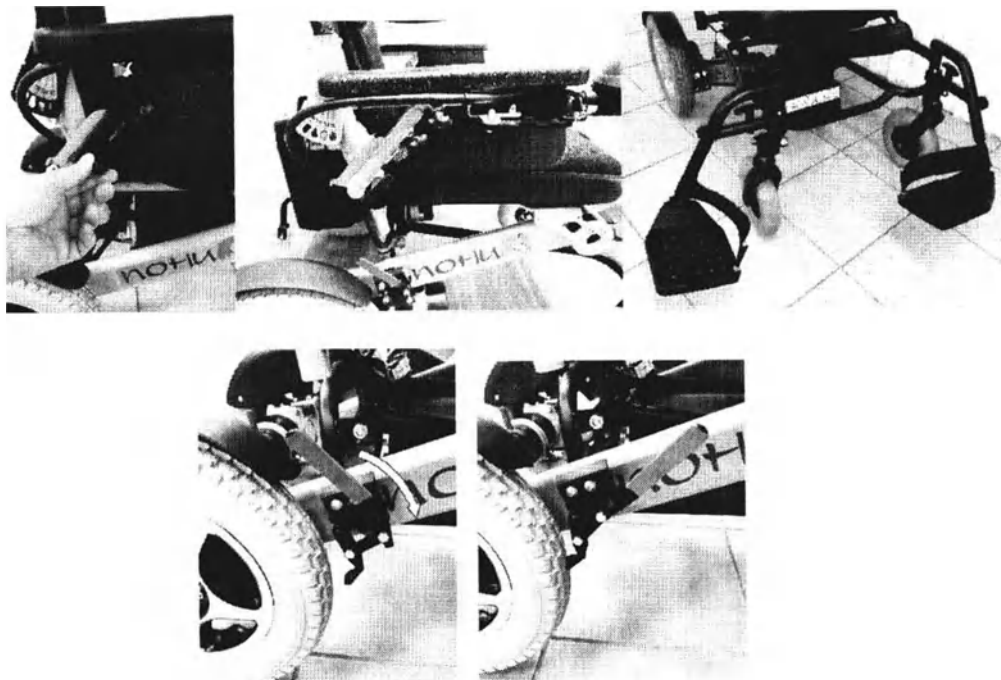
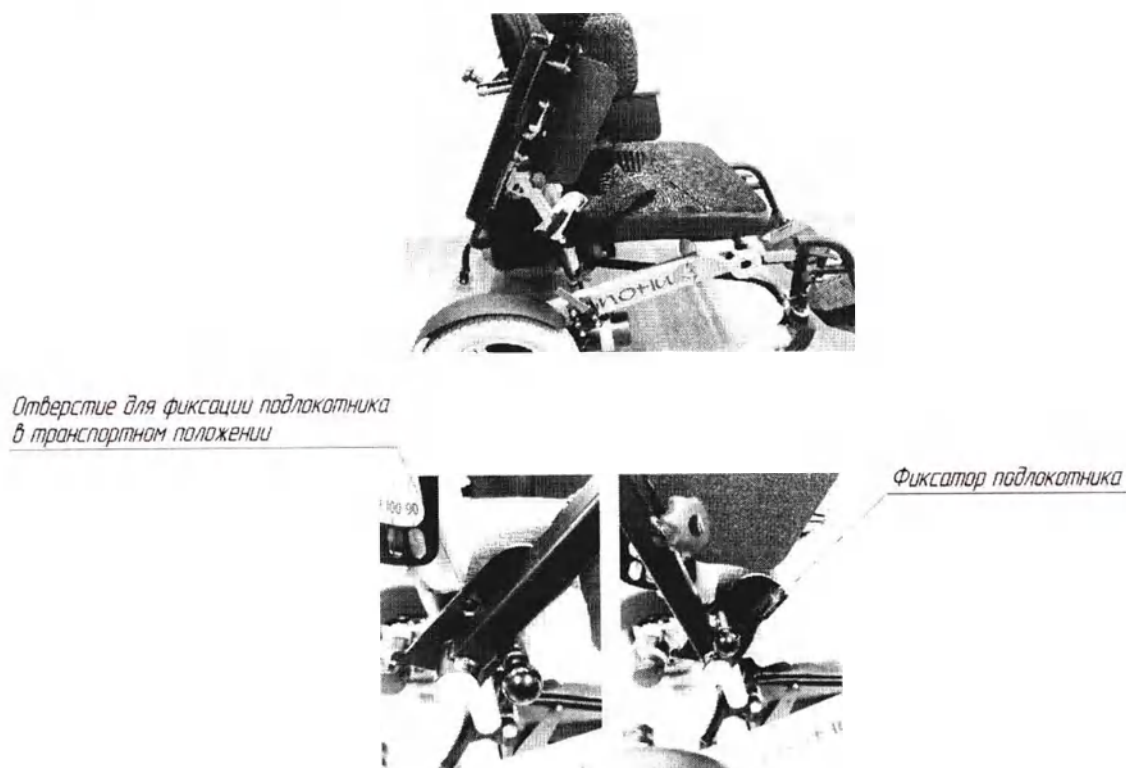

Рис.4
Рис. 9
- заблокировать ведущие колеса стояночным тормозом (опустить рычаг стояночного тормоза вниз Рис.4 в комплектации со стояночным тормозом);
- поднять подлокотник вверх до упора потянув в сторону фиксатор (Рис.4), отведите опоры для ног в стороны или совсем их отстегните;
- заблокировать ведущие колеса стояночным тормозом (опустить рычаг стояночного тормоза вниз Рис.4 в комплектации со стояночным тормозом)
1. перед началом складывания подлокотники перевести в транспортное положение (Рис.9) потянув в сторону фиксатор подлокотника (Рис.4)
1. при раскладывании следите чтобы подлокотники были в транспортировочном положении (Рис. 9)